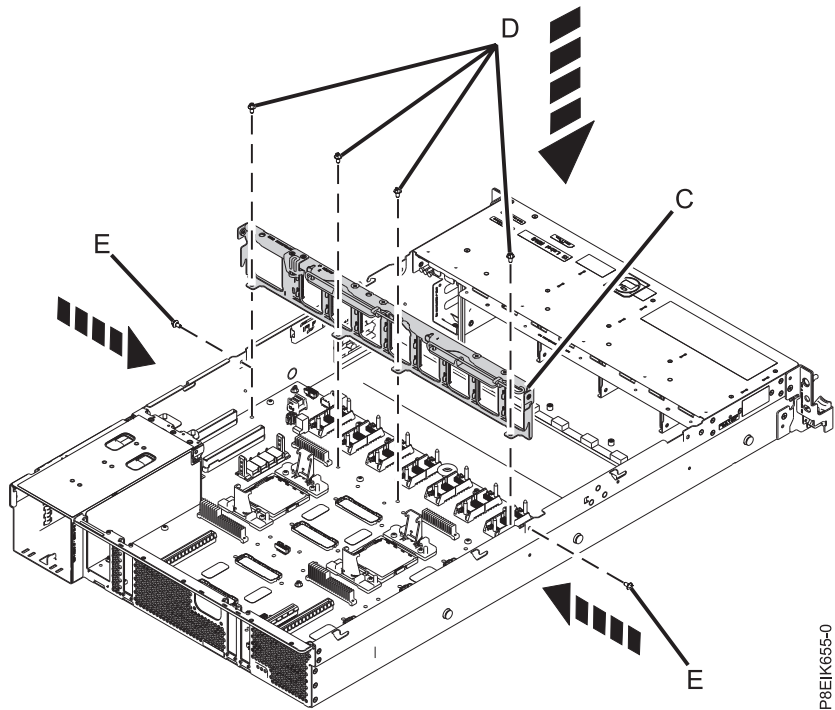

Figure 152. Remise en place du support du milieu
9. Remettez en place le support du milieu (C). Voir figure 152, à la page 135.
- a. Descendez le support du milieu (C) afin de le remettre en place.
- b. Remettez en place la vis (E) de chaque côté du système.
- c. Remettez en place les quatre vis (D) de fixation du support du milieu au fond de panier système.